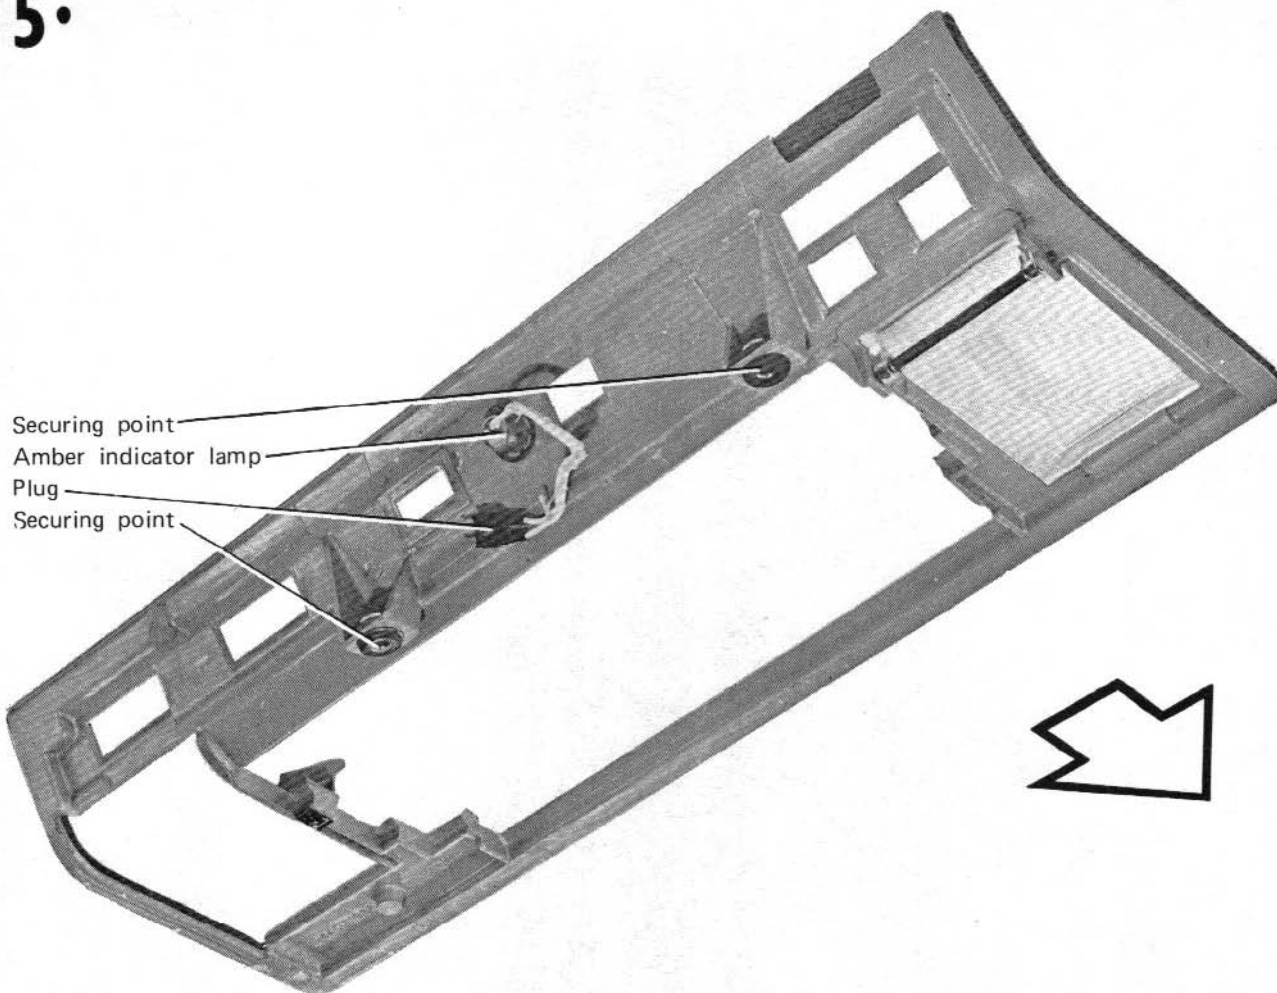

Fig. 5.5 KEYBOARD MASK
26. KEYBOARD MASK Fig. 5.5, 5.4